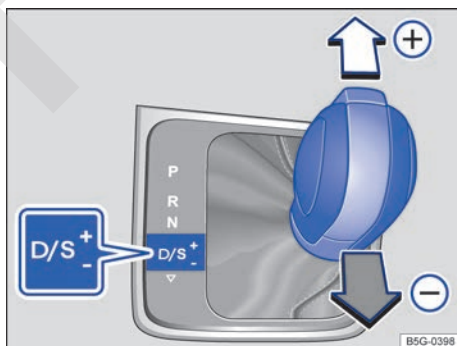

Fig. 92 Palanca selectora en la posición Tiptronic. ▶
- Mover la palanca selectora hacia adelante (+) o hacia atrás (-) para aumentar o disminuir la marcha → fig. 92.